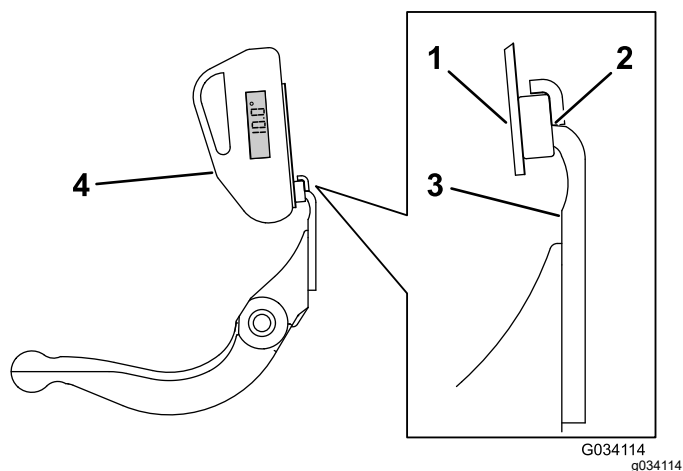

Figure 31
3. Placez le support de l'indicateur d'angle sur le bord de la contre-lame de sorte à adapter le bord de l'aimant au bord de la contre-lame (Figure 31).
4. Placez l'indicateur d'angle sur le support, comme montré à la Figure 31.